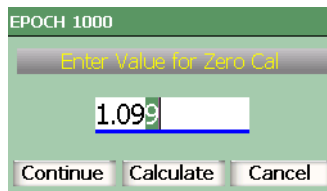

Abbildung 3-24 Dialogfeld, Beispiel
1. Wie in Abbildung 3-24 auf Seite 87 gezeigt, mit den Pfeiltasten **[LINKS]** oder **[RECHTS]** den Einfügestrich auf das zu ändernde Zeichen stellen.